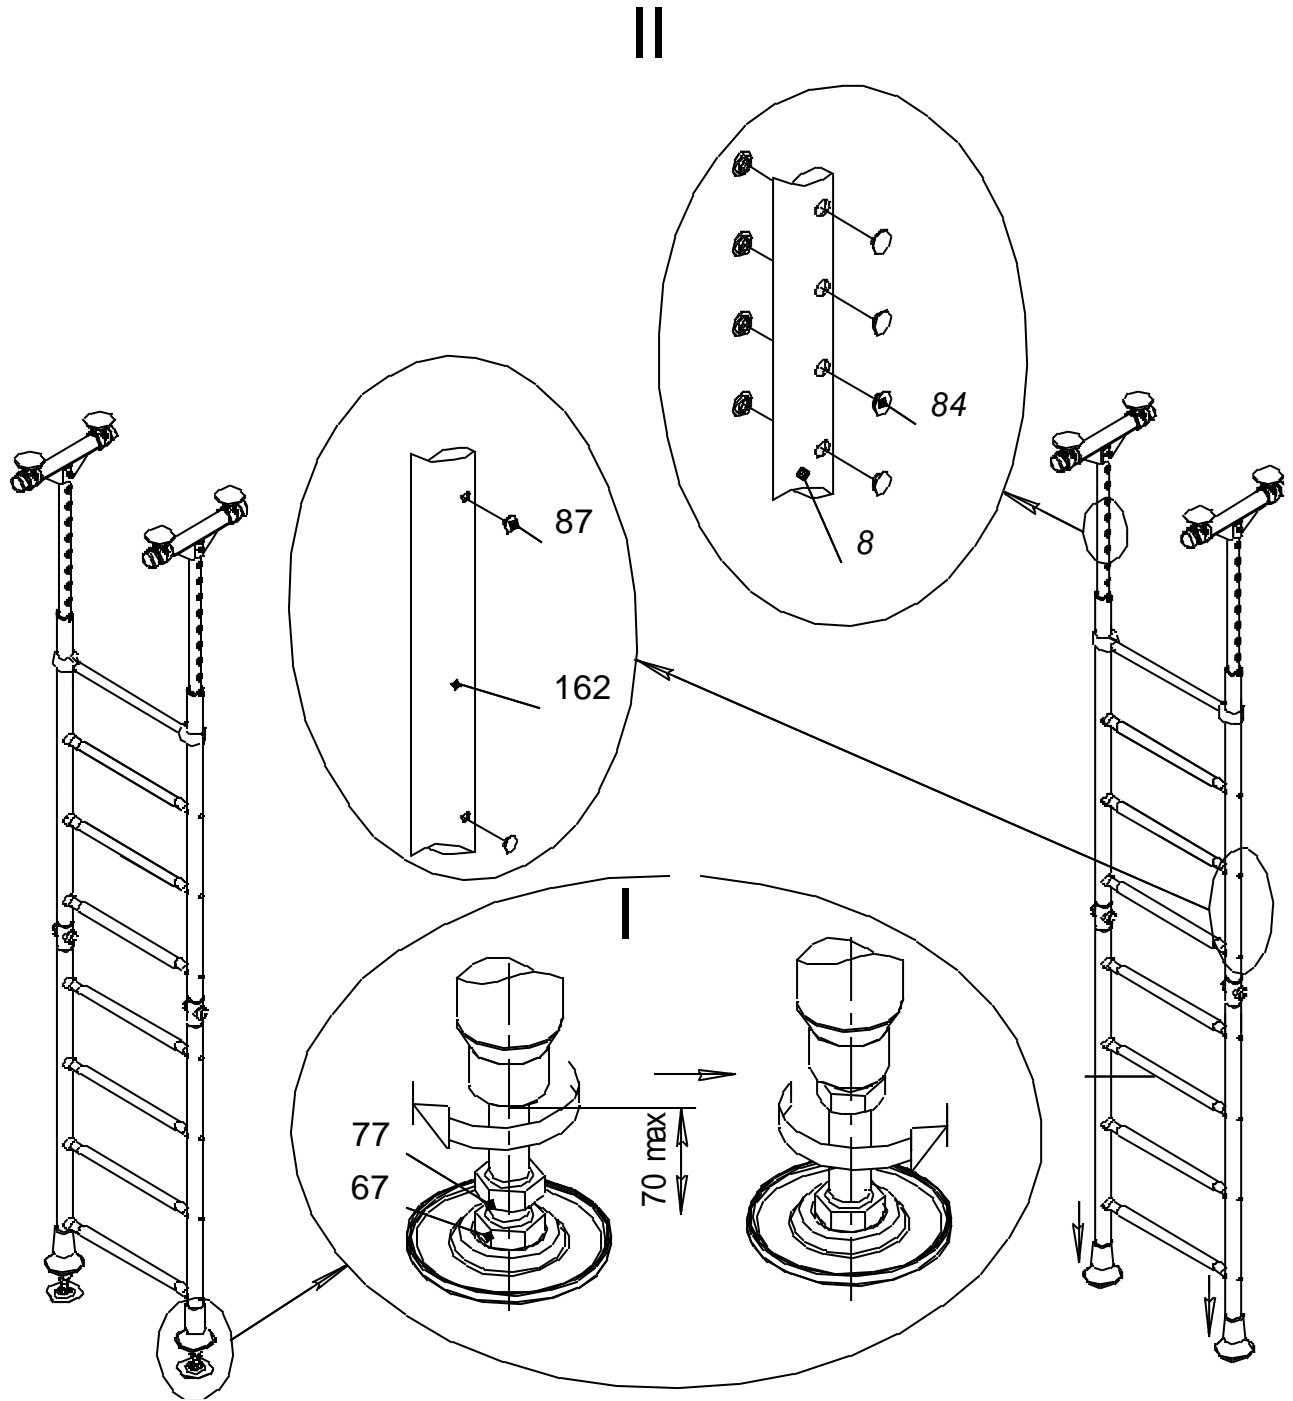

Рис.6
- II- Сдвинуть колпаки поз.14 вниз до упора; установить заглушки поз. 87(рис.6).